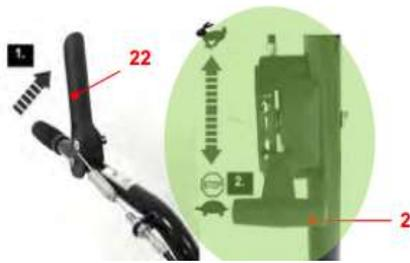

Fig. 25
1. Relâcher le levier d'embrayage (22) pour dégager les dents. (Fig. 25,étape 1).
2. Bougez la manette des gaz (2) vers le symbole d'ARRÊT pour arrêter le moteur. (Fig. 25,étape 2).